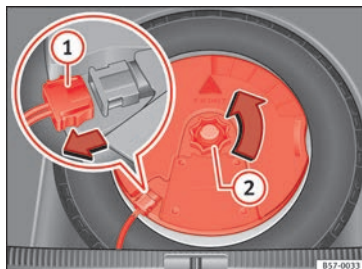

Fig. 229 Nel bagagliaio: smontare il *subwoofer*.
- Scollegare il cavo dell'altoparlante *subwoofer* » fig. 229 (1).
- Ruotare la manopola di fissaggio in senso antiorario » fig. 229 (2).